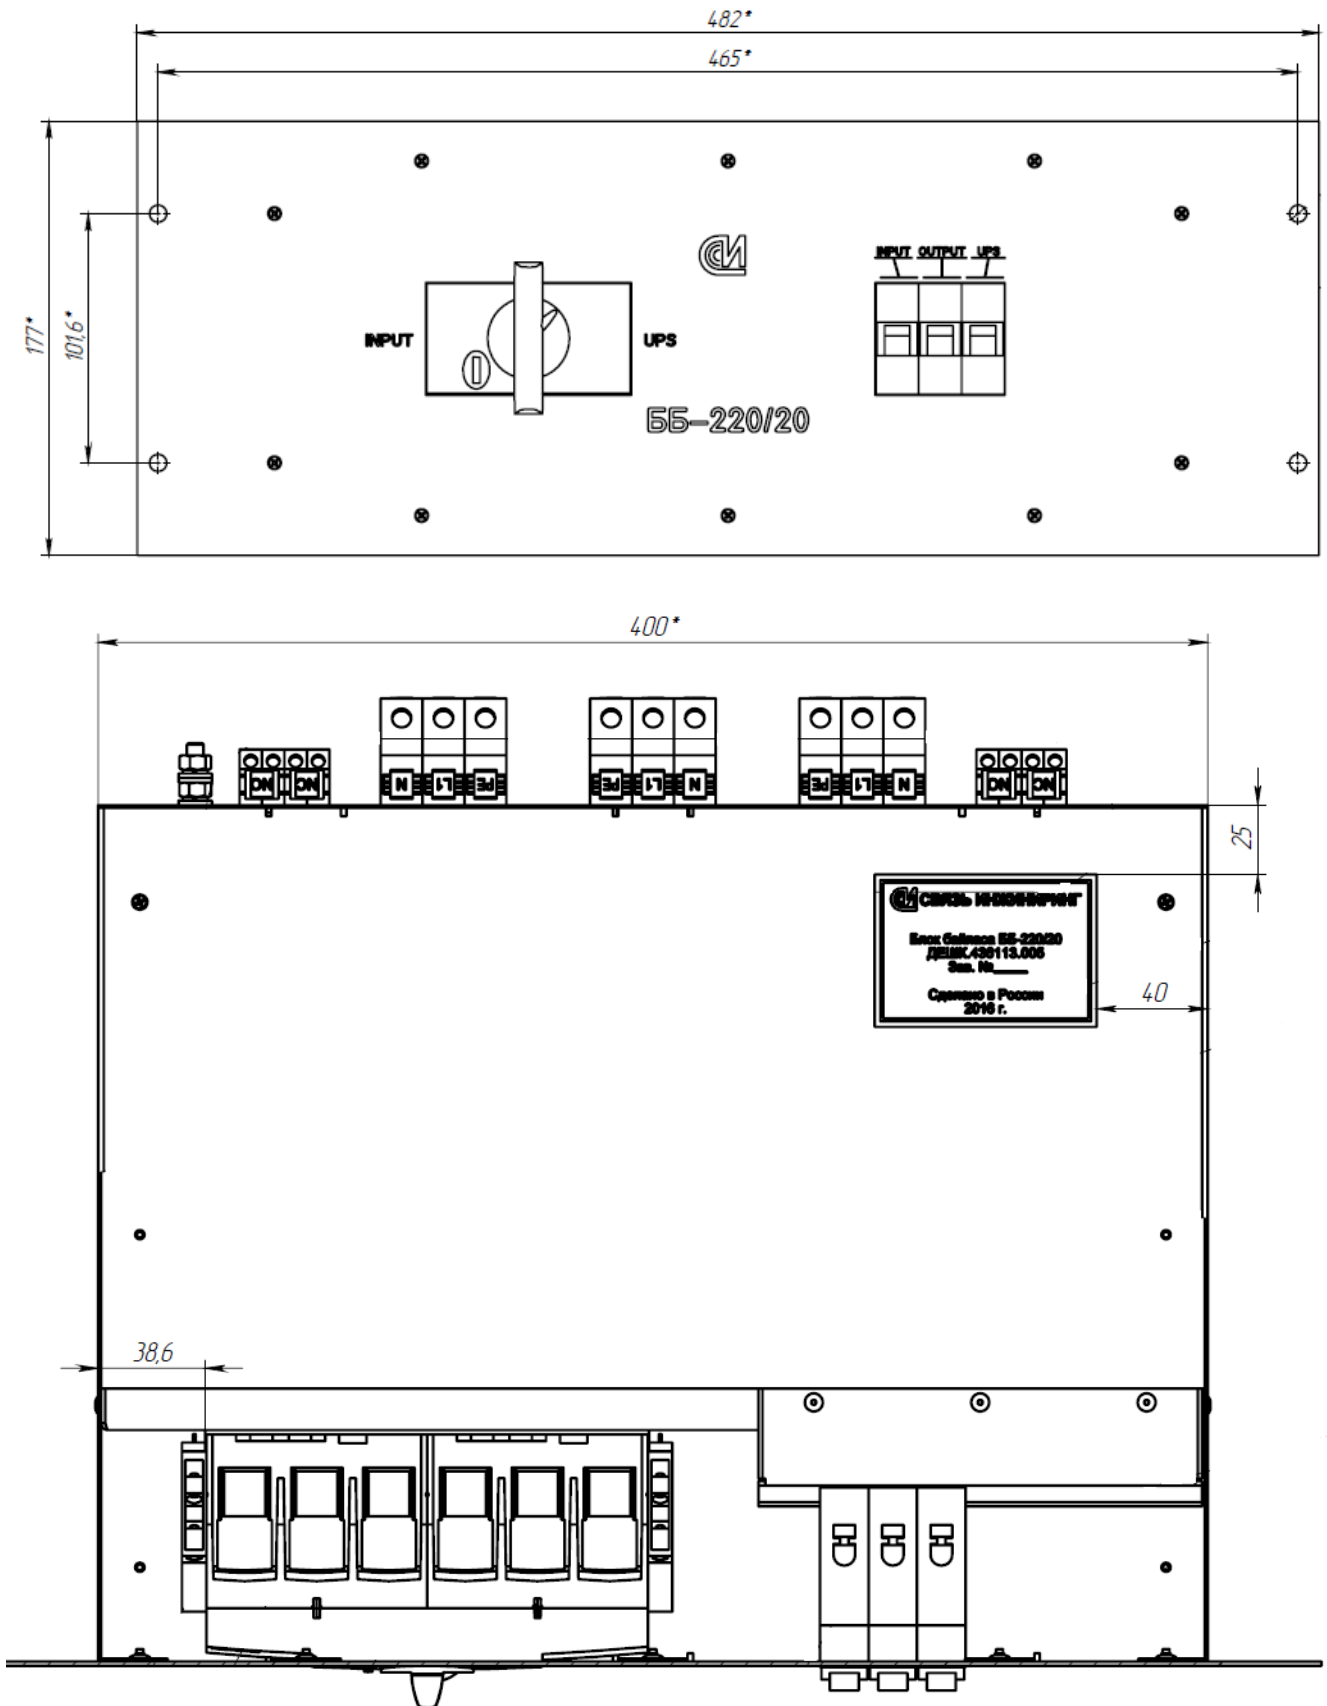

Рис. 1.
2.6 Общий вид и габаритные размеры блока байпаса ББ-220/20 приведен на рис.1.
5.1 Конструктивно блок байпаса ББ-220/20 выполнен в виде съемного блока (крейта) прямоугольной формы с присоединительными и установочными размерами, соответствующими ГОСТ 28601-90. Общий вид и габариты блока байпаса ББ-220/20 приведены на рис.1.